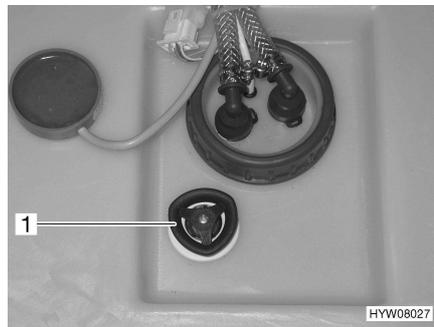

Bild 99 Wassertank mit Drehgriff
- Auf dem Wassertank den Drehgriff (Bild 99,1) im Uhrzeigersinn bis zum Anschlag drehen.
- Auf dem Wassertank den Drehgriff (Bild 99,1) entgegen dem Uhrzeiger-sinn bis zum Widerstand drehen. Das Wasser läuft bis auf ca. 20 Liter aus.